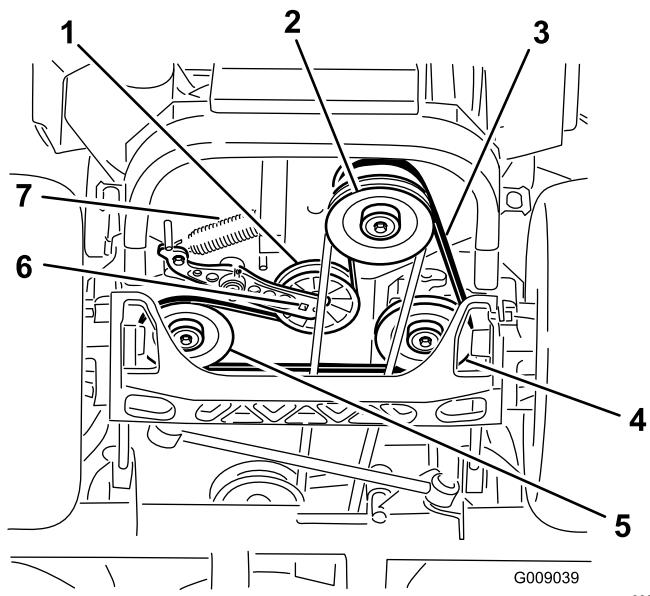

Figure 76
4. Soulevez la machine sur des chandelles (Figure 76).
5. Insérez un rochet dans le trou carré du bras de la poulie de tension pour déposer le ressort de la poulie de tension (Figure 76).
6. Décrochez le ressort de tension sur le cadre (Figure 76).
9. Insérez un rochet dans le trou carré du bras de tension pour installer le ressort de la poulie de tension sur le cadre (Figure 76).